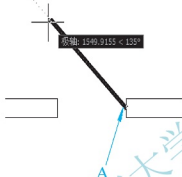
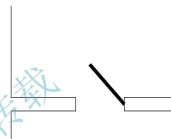

图 2.91 门扇的拖动方向
图 2.92 绘制出的门扇
(2) 单击【绘图】工具栏上的【多段线】图标或在命令行输入“PL”并按 Enter 键,启动绘制多段线命令。
① 在**指定起点**:提示下,捕捉如图 2.91 所示的 A 点作为线的起点。
② 在**当前线宽为 0.0000,指定下一个点或[圆弧(A)/半宽(H)/长度(L)/放弃(U)/宽度(W)]**:提示下,输入“W”后按 Enter 键。
- ③ 在**指定起点宽度 <0.0000>**: 提示下, 输入 “50”。
- ④ 在**指定端点宽度 <0.0000>**: 提示下, 输入 “50”, 这样就将线宽改为 “50”。
- ⑤ 按 F10 键, 打开 **【极轴】** 功能。
- ⑥ 在**指定下一点或 [圆弧 (A)/ 闭合 (C)/ 半宽 (H)/ 长度 (L)/ 放弃 (U)/ 宽度 (W)]**: 提示下, 将光标向左上方拖动, 出现虚线和 135° 提示后 (见图 2.91), 输入 “1000” 并按 Enter 键结束命令。这样就画出线宽为 50mm、长度为 1000mm、与 X 轴正向夹角为 135° 的门扇, 如图 2.92 所示。